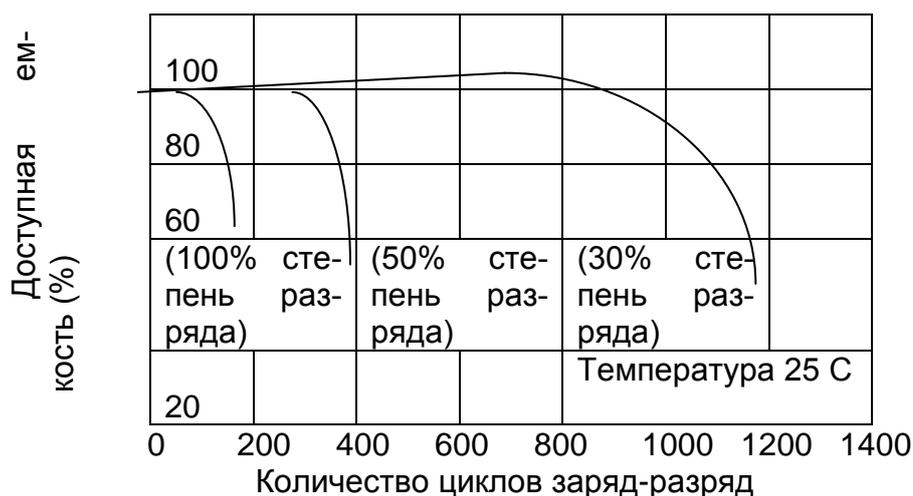

Рисунок 6
6.3 Средний срок службы батареи может изменяться от 3-х до 5 лет в зависимости от режима эксплуатации; например, срок службы аккумулятора существенно увеличивается при уменьшении глубины разряда (рисунок 6)